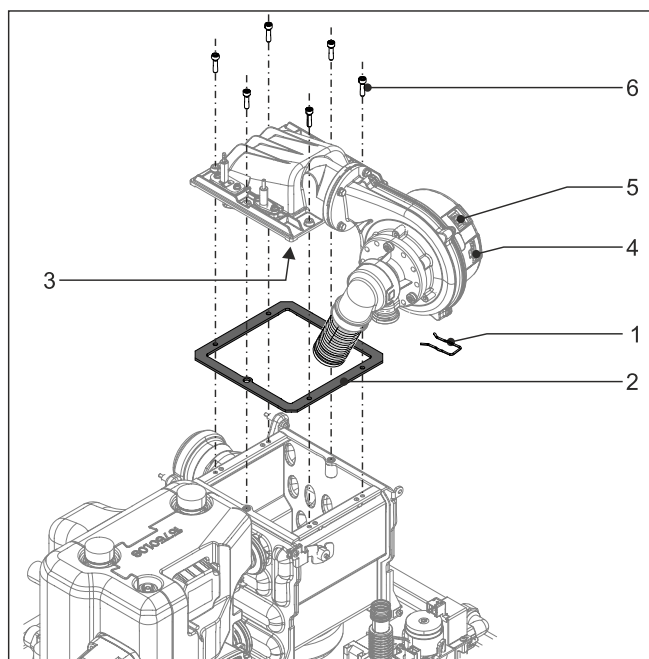
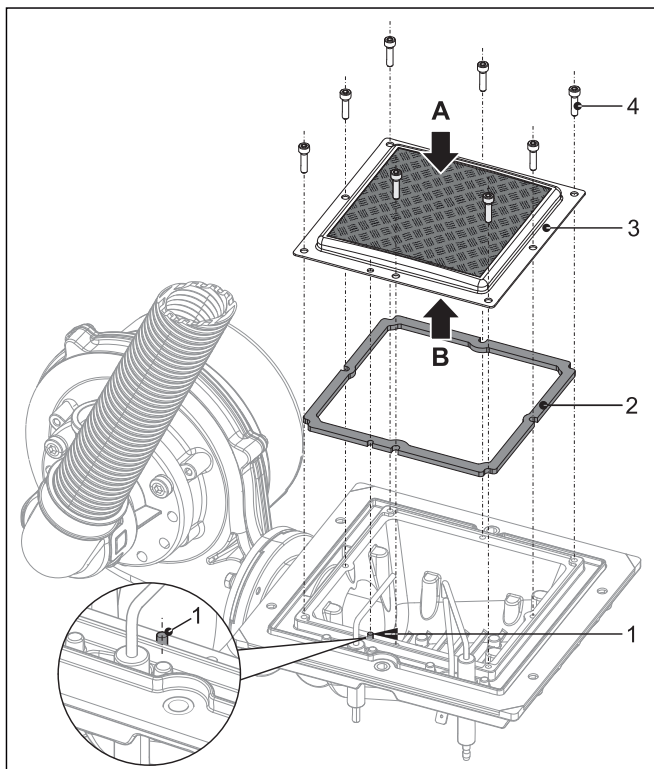

Fig. 7-6 Desmontaje del quemador (representación de ejemplo para el quemador⁽¹⁶⁾)
Fig. 7-7 Desmontaje de la superficie del quemador (representación de ejemplo para el quemador⁽¹⁶⁾)
- 5 Tirar del pasador de seguridad (Fig. 7-6, pos. 1) hacia la tobera Venturi.
- 6 Retirar el conector de red del ventilador y el conector del control del ventilador (Fig. 7-6, pos. 4+5).
- 7 Quitar los tornillos de sujeción de la brida del quemador (Fig. 7-6, pos. 6).
- 9 Desenroscar la superficie del quemador de la brida. Al levantar la superficie del quemador, prestar especial atención a que esta resulta dañada por entrar en contacto con los electrodos. (Fig. 7-7).
- 10 Retirar la **junta de brida del quemador** (Fig. 7-6, pos. 2) y la **junta para la superficie del quemador** (Fig. 7-7, pos. 2) y **sustituirlas al volver a montar**.
- 11 Comprobar daños en la superficie del quemador (Fig. 7-7, pos. 3) y sustituirla si es necesario.
- Al colocar la superficie del quemador en la brida proceder con especial cuidado y prestar atención al correcto funcionamiento (Fig. 7-7, pos. 1). Una vez montado, realizar otra comprobación visual. El tejido no debe estar dañado.